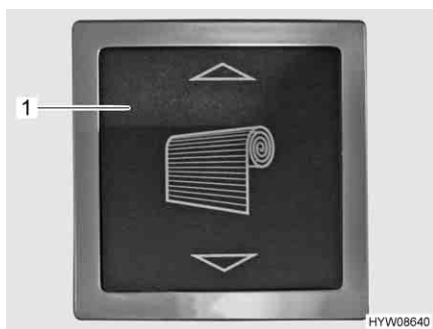
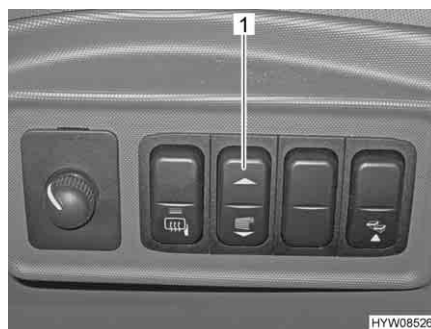
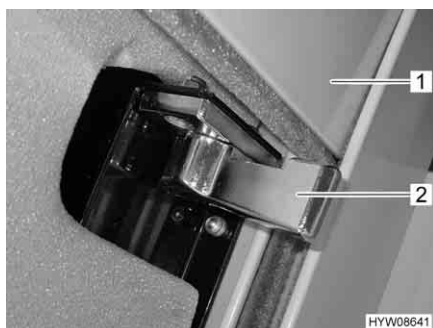

Fig. 15 Pulsante basculante per oscurante a rullo (vano abitabile)
Fig. 16 Pulsante basculante per oscurante a rullo (cruscotto)
Fig. 17 Chiusura di sicurezza oscurante a rullo
- Premere e tenere premuto il pulsante basculante (Fig. 15,1 o Fig. 16,1) finché l'oscurante a rullo (Fig. 17,1) ha raggiunto la posizione più alta.
- Sui entrambi i lati, ruotare spingendo indietro (Fig. 17) la chiusura di sicurezza (Fig. 17,2).